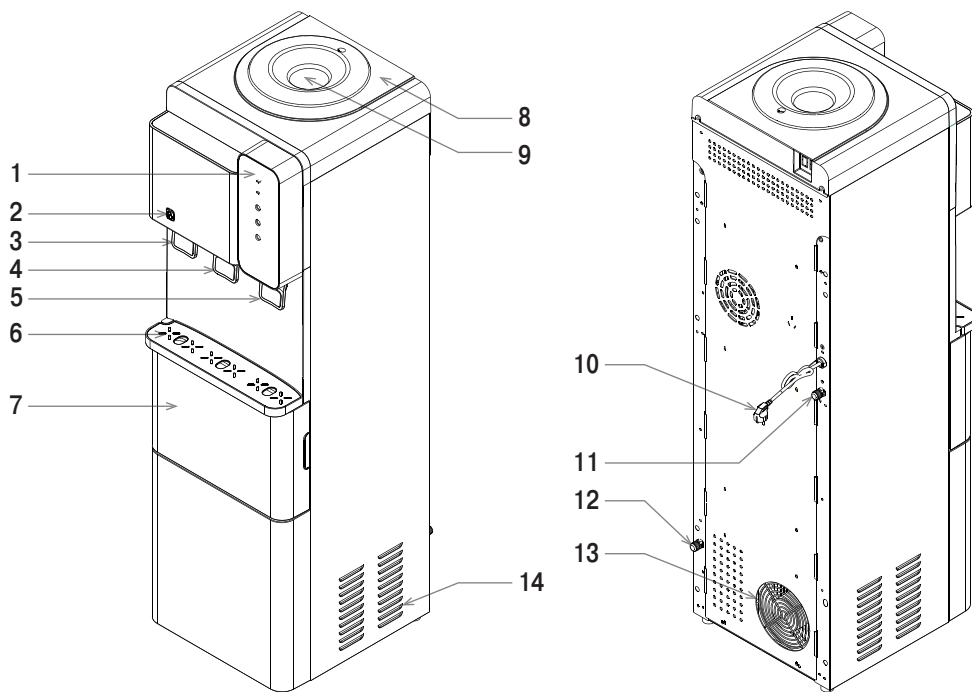
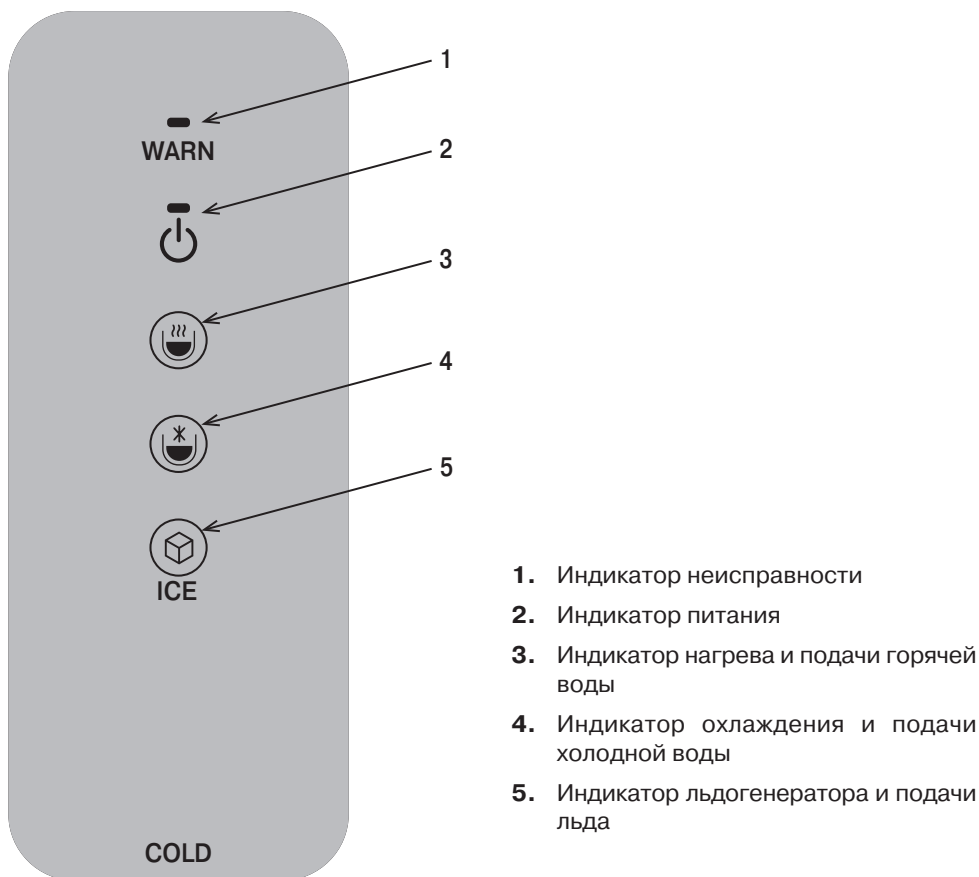

Рис. 1. Схема аппарата V25L
Рис. 2. Схема панели управления аппарата V25L
Перед первым использованием рекомендуется слить по 500 мл воды через каждый кран. Если кабель электропитания (рис. 1–10) и индикатор нагрева воды (рис. 2–3) были включены, когда система еще не заполнилась водой полностью, сработает термозащита, которую сможет отключить только специалист сервисного центра.
Когда Вы убедитесь, что вода из крана горячей воды (рис. 1–3) идет непрерывной струей, включите функцию нагрева/охлаждения воды (рис. 2–3, 2–4).
После включения прибора последует один звуковой сигнал, загорится индикатор питания (рис. 2–2), включится подсветка зоны набора воды и прибор перейдет в режим ожидания.
Краны подачи воды (рис. 1–3, 1–4, 1–5)
Для того чтобы налить горячую воду, удерживая клавишу защиты (рис. 1–2), нажмите кружкой на кран подачи горячей воды (рис. 1–3). Для того, чтобы налить воду комнатной температуры, нажмите кружкой на кран подачи воды комнатной температуры (рис. 1–4). Для того, чтобы налить холодную воду, нажмите кружкой на кран подачи холодной воды (рис. 1–5). В силу технических особенностей кранов, после каждого использования аппарата допустимо подкапывание воды в объеме 5–10 мл в лоток каплесборника (рис. 1–6).
Для старта процесса нагрева/охлаждения воды нажмите на индикатор нагрева/охлаждения (рис. 2–3/2–4). После этого раздастся один звуковой сигнал и начнется мигание соответствующего индикатора, извещающее о выполнении нагрева/охлаждения; когда температура воды достигнет установленного значения, индикатор горячей/холодной воды будет гореть постоянно; если вам нужно выключить функцию нагрева/охлаждения воды, нажмите на индикатор нагрева/охлаждения (рис. 2–3/2–4) снова, индикатор горячей/холодной воды погаснет, и функция нагрева/охлаждения будет выключена.
Дождитесь, пока индикатор охлаждения воды перестанет мигать. *(Если запустить процесс приготовления льда, не дожидаясь завершения процесса охлаждения воды, время приготовления первой порции льда значительно увеличится.)* После этого нажмите индикатор приготовления льда (льдогенератора) (рис. 2–5), последует один звуковой сигнал, индикатор приготовления льда начнет мигать, процесс приготовления льда будет запущен, а время приготовления льда составит около 10 минут / цикл. Когда индикатор льдогенератора горит постоянно, это означает, что камера для льда заполнена, приготовление льда приостановлено; уберите «кубики» льда из камеры, и функция приготовления льда перезапустится; если Вы получили достаточное количество льда и функцию приготовления льда нужно отключить, нажмите индикатор льдогенератора (рис. 2–5) снова, индикатор погаснет, и функция приготовления льда будет выключена.
Пожалуйста, следите за тем, чтобы уровень воды в емкости не превышал установленного уровня. Сливайте скопившуюся воду через отверстие для слива воды (рис. 1–12), расположенное на задней части аппарата.
1. Сразу отключите функции нагрева/охлаждения воды и функцию приготовления льда (рис. 2–3, 2–4, 2–5).
4. Убедившись, что вода из крана горячей воды (рис. 1–3) идет непрерывной струей, включите функцию нагрева/охлаждения воды и функцию приготовления льда (рис. 2–3, 2–4, 2–5).
3. Снимите съёмные детали (рис. 1–6, 1–9) с аппарата и тщательно промойте их с небольшим количеством моющего раствора, предназначенного для мытья посуды. Никогда не мойте съёмные детали аппарата каким-либо иным способом, кроме как вручную.
3. Возьмите емкость для воды и слейте воду через краник холодной или воды комнатной температуры (рис. 1–5, 1–4). Убедитесь, что горячая вода в аппарате остыла и только после этого слейте горячую воду через краник горячей воды (рис. 1–3).
4. Остатки воды в системе необходимо слить, открыв пробку отверстия для слива воды, расположенного на задней стенке аппарата (рис. 1–11), после чего закрыть отверстие.
6. Промойте аппарат чистой водой: необходимо залить в систему около 4 литров чистой воды, затем слить через краны горячей (рис. 1–3), воды комнатной температуры (рис. 1–4), холодной воды (рис. 1–5) и отверстие для слива (рис. 1–11). При необходимости повторите процедуру.
1. Отключите функции нагрева/охлаждения воды и функцию приготовления льда (рис. 2–3, 2–4, 2–5).
3. Слейте воду из крана холодной воды или воды комнатной температуры (рис. 1–5, 1–4).
4. Убедитесь, что горячая вода в аппарате остыла и только после этого слейте горячую воду через кран горячей воды (рис. 1–3).
5. Остатки воды в системе необходимо слить, открыв пробку отверстия для слива воды, расположенного на задней стенке аппарата (рис. 1–11).